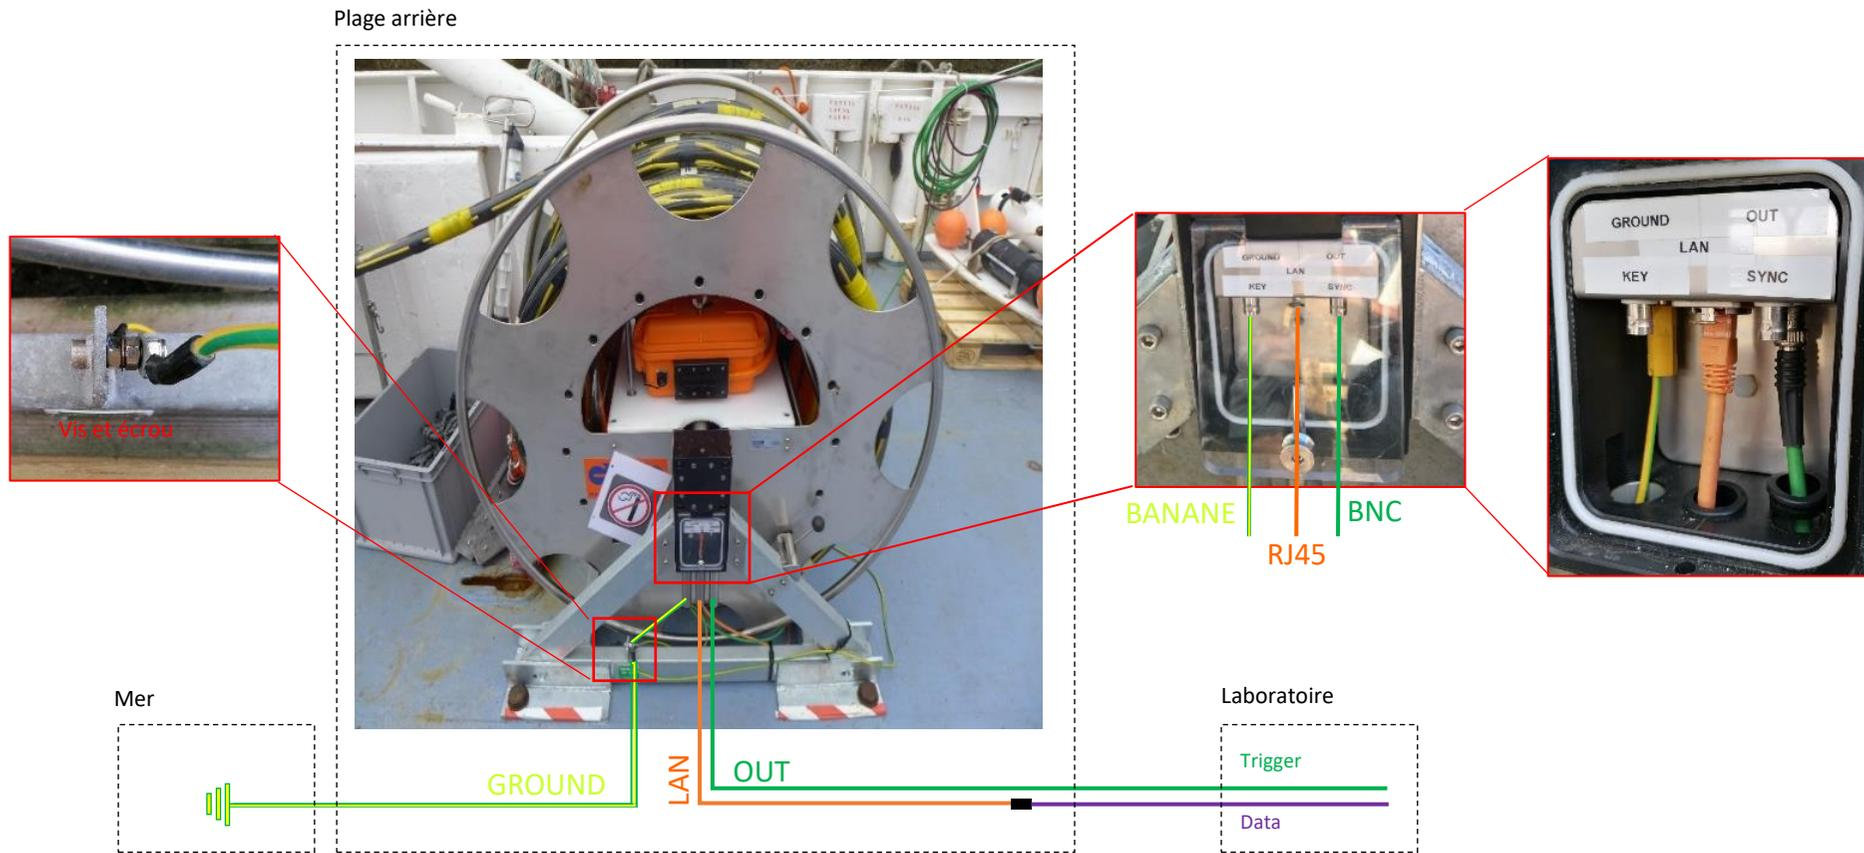

Figure 20 : Schéma de câblage de la flûte.
- Touret BNC vert : Le brancher sur le port OUT du boîtier de jonction de la flûte (cf figure 19). L'autre extrémité sera branchée sur le port « Trigger » de l'unité de puissance (cf figure 20).